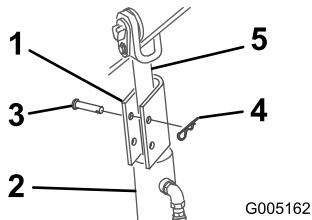

Bild 22
4. Bringen Sie über jeder Hubzylinderstange ein Zylinderschloss an (Bild 22).
5. Befestigen Sie jedes Zylinderschloss mit einem Lastösenbolzen und einem Splint (Bild 22).